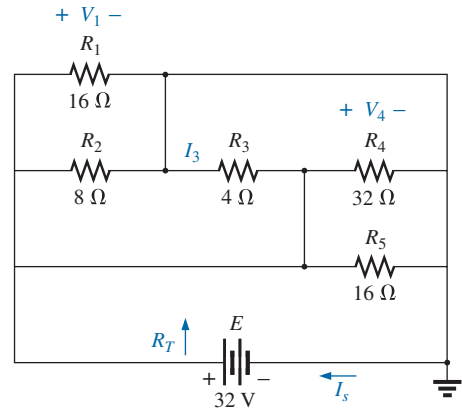

Figura 7.78 Problema 19.
- \*19. Considerando o circuito na Figura 7.78: